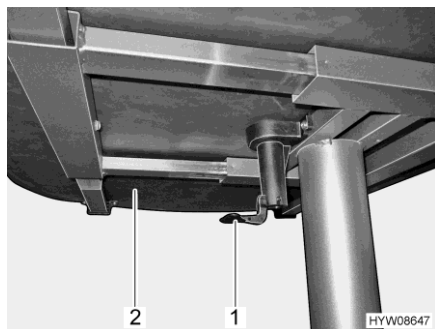

Fig. 90 Palanca para desplazamiento del tablero de la mesa
- Tirar o empujar la palanca (Fig. 90,1) hacia abajo.
- Desplazar a la posición deseada el tablero de la mesa (Fig. 90,2).